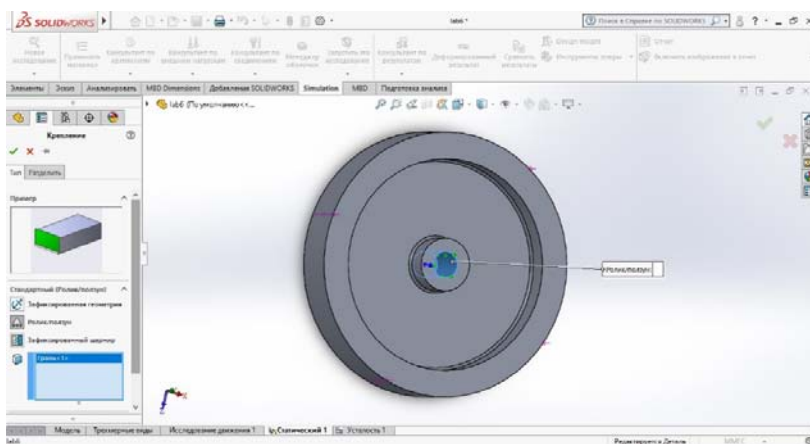

Рис. 5.2. Выбор крепления
5. Назначить тип крепления. В контекстном меню выбрать команду «Консультант по креплениям». В появившемся окне выбрать ролик ползун, а в качестве объекта – внутренний цилиндр (рис. 5.2). Подтвердить выбор нажатием ОК.